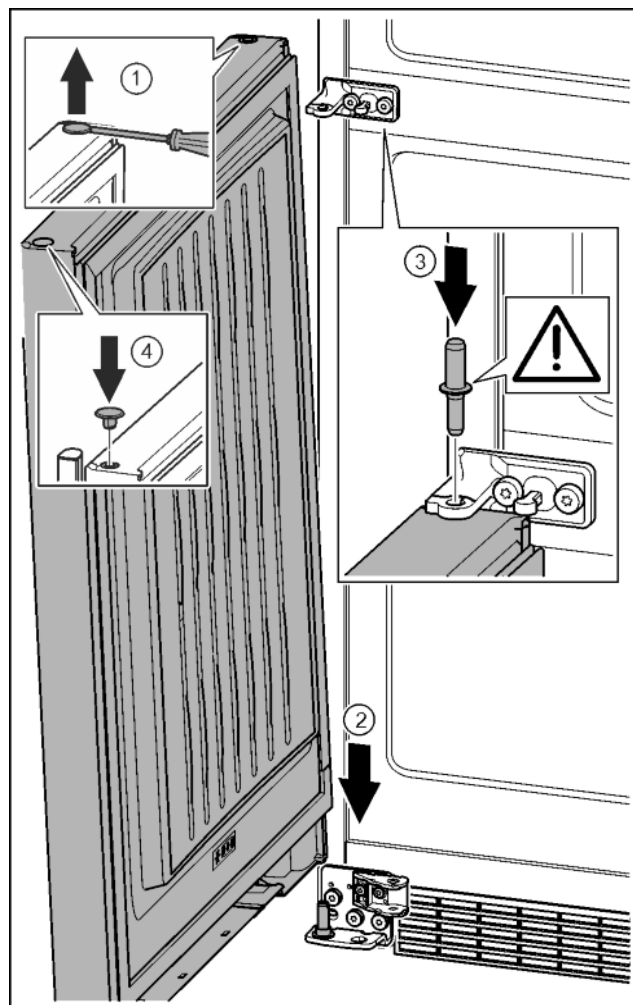

Fig. 33
- ▶ Осторожно приподнять шлицевой отверткой заглушку и извлечь ее. Fig. 33 (1)
- ▶ Установить дверь сверху на нижний опорный палец. Fig. 33 (2)
- ▶ Вставить средний опорный палец через средний опорный кронштейн в нижнюю дверь. При этом следить за тем, чтобы выступ фиксатора был направлен назад. Fig. 33 (3)
- ▶ Заглушку снова вставить с другой стороны. Fig. 33 (4)